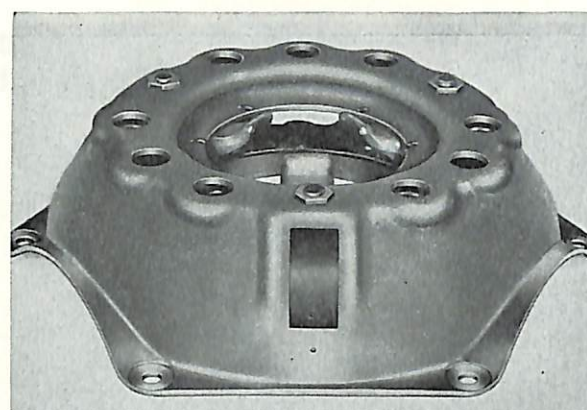
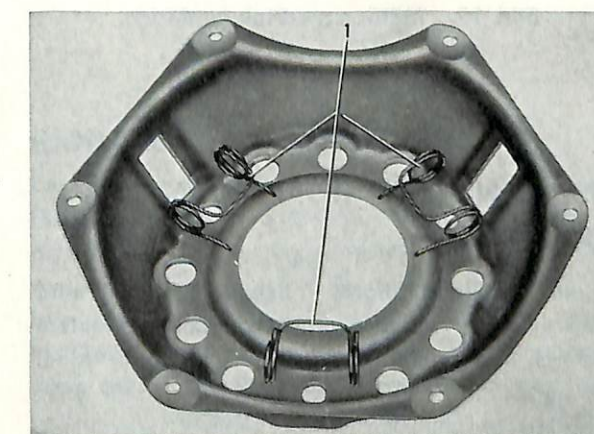

Bild 9. Sammärkning av kopplingskåpa och tryckplatta.
Bild 14. Montering av fjädrar.
1. Märk upp kopplingen enligt bild 9 därest märkning enl. punkt 6 under "Demontering, Tid. utf." ej varit erforderlig.
5. Se till att de tre fjädrarna (1 bild 14) för kopplingshävararna sitter på sina platser och lägg kopplingsplåtkåpan ovanpå de sex tryckfjädrarna i det läge som tidigare uppmärks, bild 9.